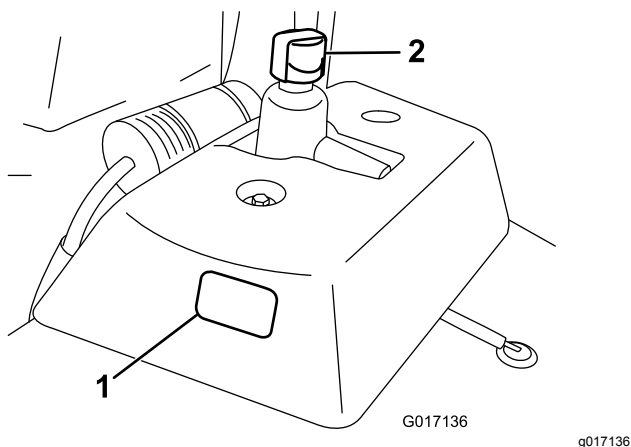

Figura 48
2. Verifique o nível de óleo consultando a janela transparente situada ao lado do depósito de óleo (Figura 48).